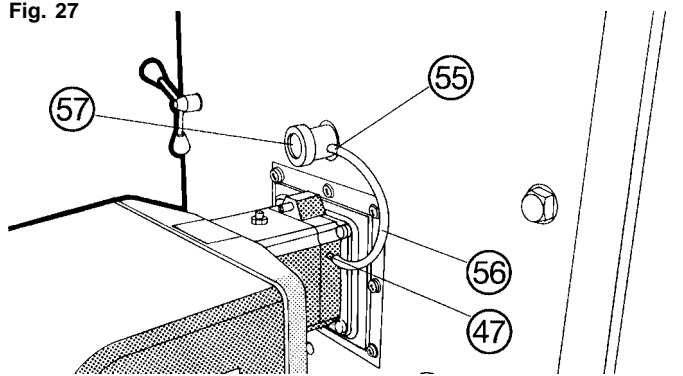

Fig. 28
Aliviar também a contraporca (2) no lado dos volantes. Fig. 28.